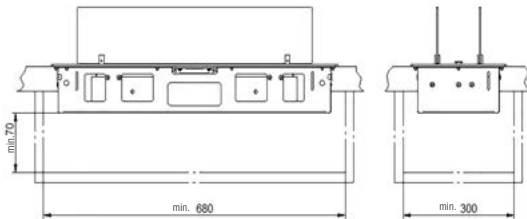

Abb. 5 Mindestmaße Gehäuseraum
- Der Mindestabstand zwischen Gehäuse und Gehäuseraumboden (Abb. 5) beträgt 70 mm.